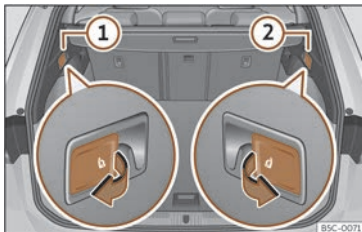

Fig. 113 No maleteiro: pancas para desbloqueio do respaldo traseiro.
• Puxe da panca de desbloqueio a distancia da parte esquerda»» **fig. 113** ① ou direita ② do respaldo no sentido da frecha. A parte desbloqueada do respaldo traseiro abátese automaticamente cara adiante.